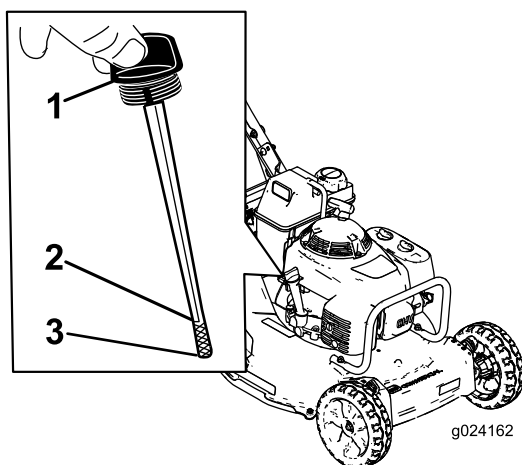

Figura 6
Antes de cada uso, compruebe que el nivel de aceite está entre las marcas Add (Añadir) y Full (Lleno) de la varilla (Figura 6).
2. Limpie alrededor de la varilla (Figura 6).